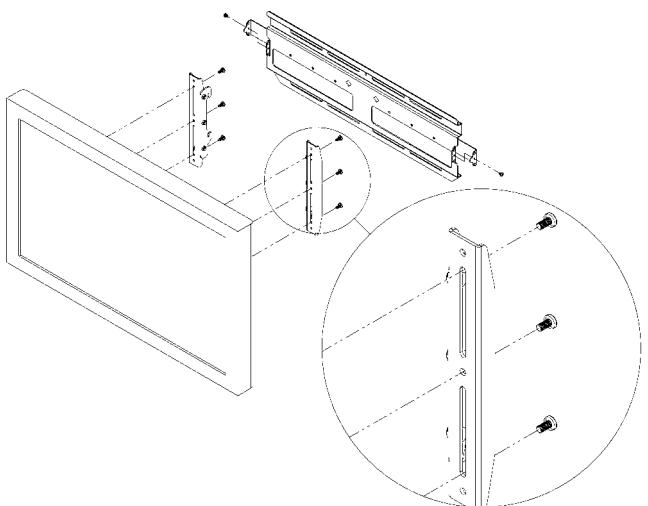

Abbildung 2. Halterungen am Display aufsetzen
1. Die Adapterhalterungen (20 und 30) an der Rückseite des Displays ansetzen und die Bohrungen mit den Befestigungseinsätzen ausrichten. Siehe Abbildung 2.
2. Die linke und rechte Adapterhalterung-Baugruppe (20 und 30) mit den Schrauben (40) am Display befestigen.